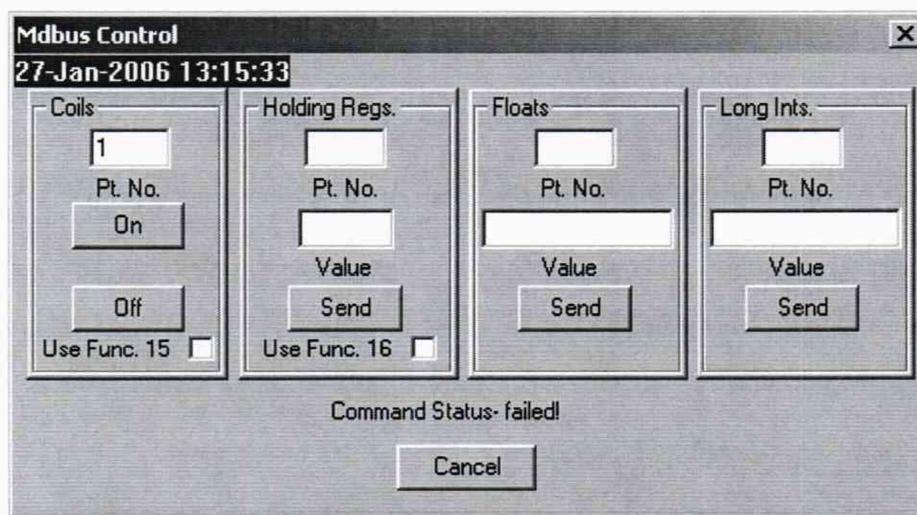

Рисунок 5 - Окно управления «Control» программы Mdbus
16) Проверить и при необходимости восстановить настройку регистров «**Настройки канала**» регистратора согласно Таблице В.1 и Таблице Г.1 Руководства по эксплуатации на Регистратор нормирующий горючих газов РГГ СЕШМ.468157.050-004РЭ, используя окно управления «**Control**» (рисунок 5) программы для этого.